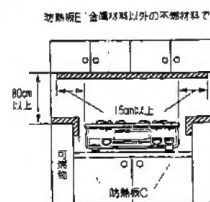

図3
- 調理台・流し台とトッププレートがほぼ同じ高さの場合。(図3)